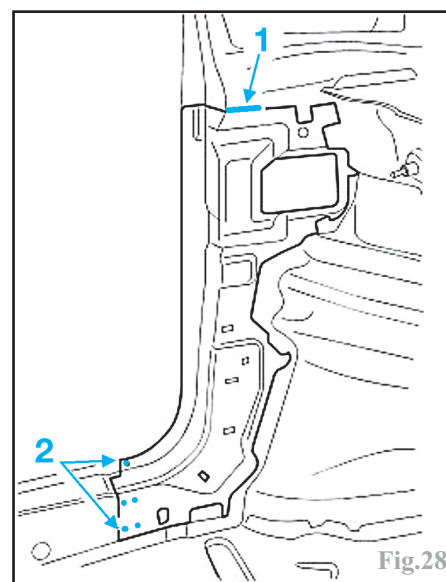

Fig.28
Meuler la soudure (1) MIG et fraiser les points de soudure (2) (Fig.28)